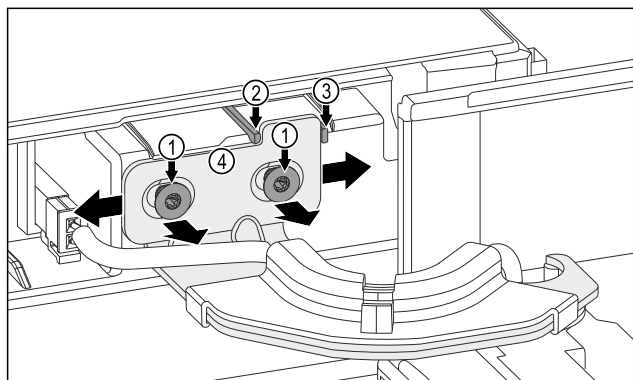

Fig. 12
- ▶ Povolte oba šrouby Fig. 12 (1).
- ▶ Přesuňte dveře doprava: Odstraňte zajišťovací výstupek Fig. 12 (3).
- ▶ Přesuňte dveře doleva: Odstraňte zajišťovací výstupek Fig. 12 (2).
- ▶ Dveře dosáhly koncové polohy: Utáhněte oba šrouby Fig. 12 (1).